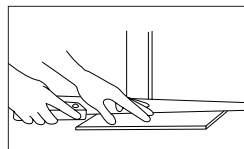

Figura 5
Corte por debajo de los marcos y de las jambas de las puertas. Retire toda base ya existente, molduras de zócalo o umbrales de entrada. Estos se pueden volver a colocar después de la instalación. Es necesario cortar por debajo de todos los marcos y las jambas de las puertas para evitar líneas de corte difíciles (Figura 5).
- Por lo menos en dos lugares, a menos de 18" (46 cm) desde la esquina, mida Figura 5 una distancia igual desde la pared inicial (Figura 6) y coloque un cordel entizado. La medida debe ser un múltiplo del ancho del piso más 3/8" (9.5 mm) adicionales para permitir un espacio de expansión de 1/4" (6 mm) y el ancho de la lengüeta. Deje 1/2" (13 mm) de expansión cuando instale pisos flotantes, múltiplo del ancho.